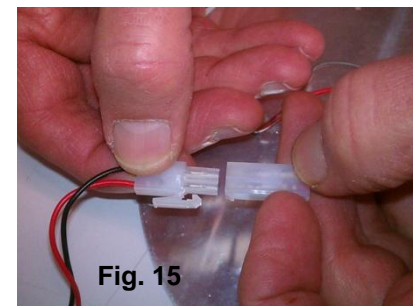

Fig. 15
5. Separe el CONECTOR DEL CONTROLADOR LED del CONECTOR DE LA PLACA (Fig. 15).
9. Conecte el CONECTOR DEL CONTROLADOR LED al CONECTOR DE LA PLACA (Fig. 15).